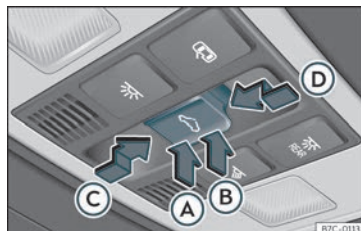

Fig. 85 No revestimento interior do teito: tecla do teito de vidro.
A tecla  >>> **fig. 85** ten dous niveis. No primeiro nivel pode colocar o teito na posición deflectora, abrir ou pechar total ou parcialmente.
- *Teito de vidro:* antes de aprox. 5 segundos dende a activación da función antiaprisionamento, prema a tecla » fig. 85 ata o segundo nivel no sentido da frecha » fig. 85 ata pechar o teito completamente.